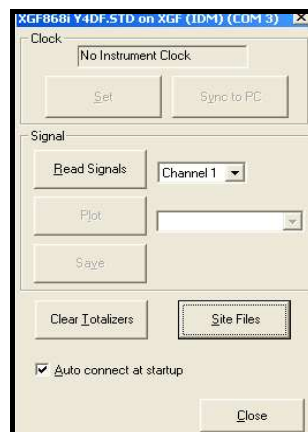

Figura 27: Ventana de propiedades
3. La ventana será similar a la *Figura 27*. Para borrar los contadores del XGF868i, haga clic en el botón [Borrar contadores]. Los contadores del XGF868i se pondrán a cero.